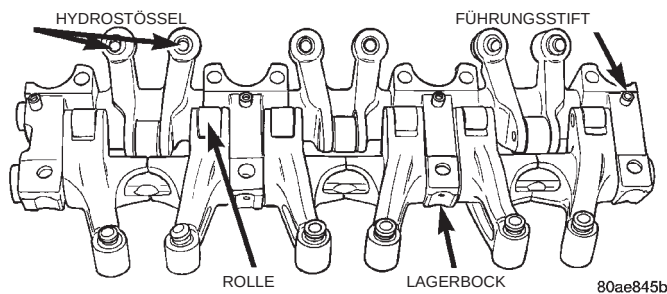

Abb. 106 Kipphebel und Kipphebelwellen montieren
(1) Kipphebel und Lagerböcke auf Welle montieren.
(2) Führungsstifte montieren (Abb. 106). Die Führungsstifte werden durch den Lagerbock in die Auslasskipphelwellen eingetrieben. Die Führungsstifte sind bis zum Anschlag gegen die Kipphebelwelle im Lagerbock einzutreiben.